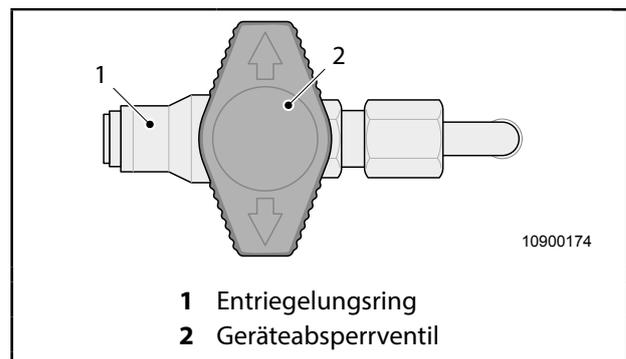

Abb. 33 Gas-Außensteckdose
Die Gas-Außensteckdose ist an der Außenseite des Fahrzeugs installiert. Sie dient zum Anschluss eines Gasgrills, etc. Abb. 33 zeigt das Absperrventil der Gas-Außensteckdose.
1. Anschlussstück des Verbrauchers in die Aufnahme der Außensteckdose einstecken, Entriegelungsring (Abb. 33, Pos. 1) rastet ein, danach das Absperrventil (Abb. 33, Pos. 2) für die Gaszufuhr öffnen.